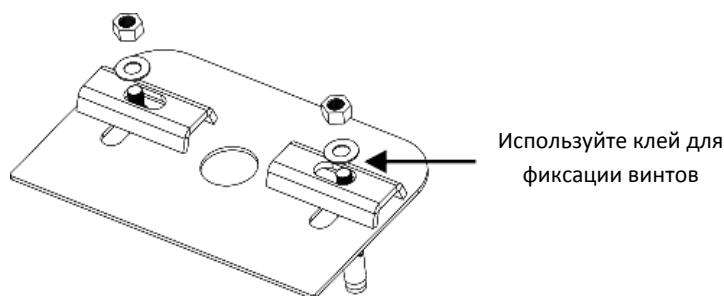

Рисунок 7
2. Правильно расположите монтажное основание, используйте клей для фиксации поверхности и резьбы анкерных болтов. Установите четыре анкерных болта для фиксации монтажного основания. Используйте горизонтальный уровень для проверки правильности установки монтажного основания. При необходимости используйте прокладки для выравнивания монтажного основания. Все четыре анкерных болта должны быть установлены правильно, по два болта на каждой стойке, как показано на рисунке (см.Рисунок 7).